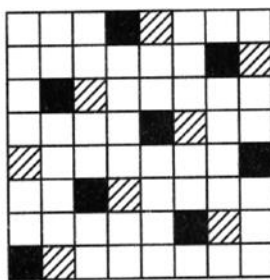

Рис.31. Усиленный сатин
- от сатинового и атласного: усиленный сатин, усиленный атлас (рис. 31);